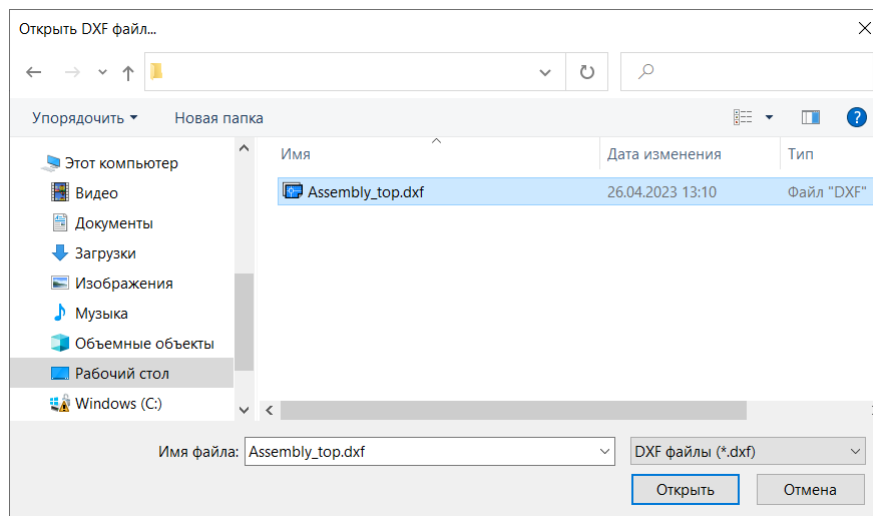

Рис. 50 Окно выбора файла для импорта .dxf
4. Выберите и откройте нужный файл в формате .dxf через окно проводника, см. Рис. 50.